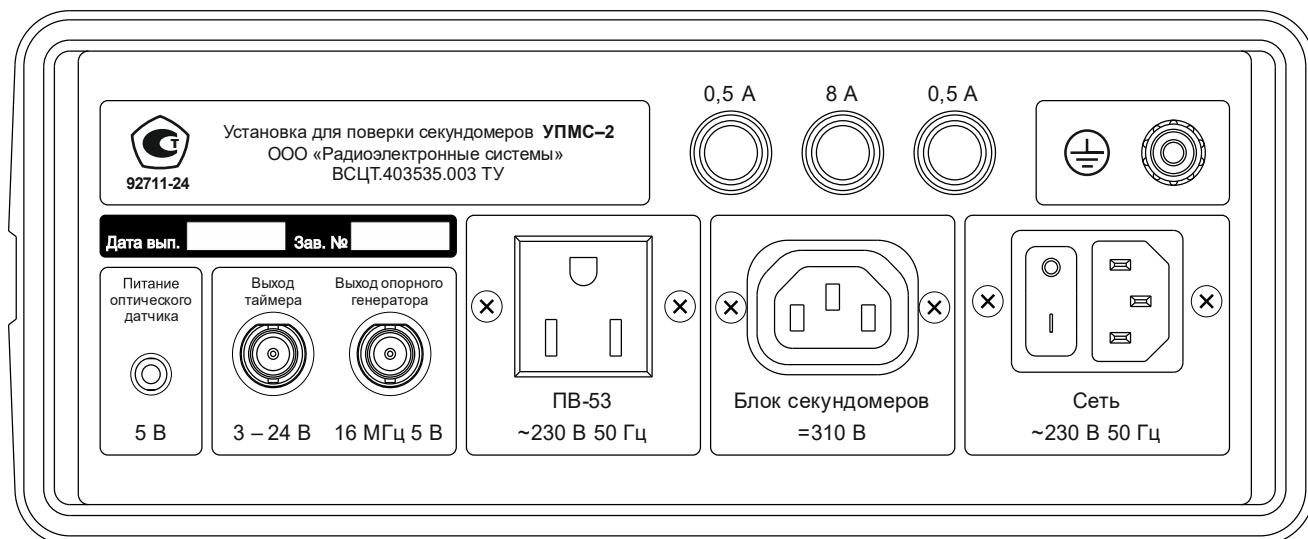

Рисунок 3 – Задняя панель УПМС-2
1.4.9 На задней панели таймера (см. рисунок 3) расположены: